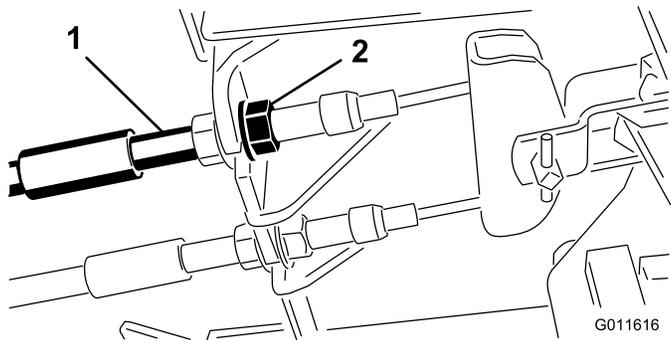

図 60
1. 遊びを減らすブレーキを締めるには、ブレーキケーブルのネジ山の前ナットをゆるめ、後ろのナットを締める (図 60)。